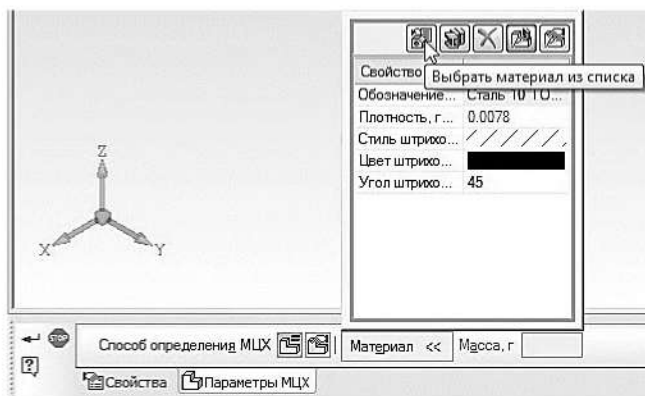
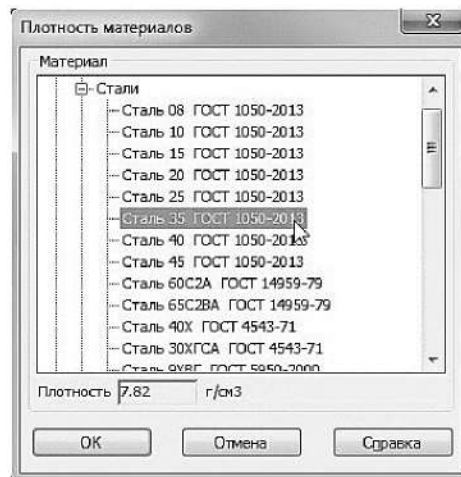

Рисунок 1.8. Вкладка Параметры МЦХ панели свойств детали
Рисунок 1.9. Выбор материала из списка
На второй вкладке **Параметры МЦХ** находятся следующие элементы (рисунок 1.8):
- Переключатель, позволяющий указать, какой параметр будет задан для расчета МЦХ детали: плотность  или масса  (рисунок 1.8).
• Раскрывающееся окно **Материал**, в верхней части которого находятся пять кнопок управления. Для определения материала (рисунок 1.8), из которого изготовлена деталь, на панели **Материал** нажмите кнопку **Выбрать материал из списка** . В окне **Плотность материалов** раскройте «ветвь» *Материалы*, а в ней «ветвь» *Стали* и выберете Сталь 35 ГОСТ 1050-2013 (рисунок 1.9).